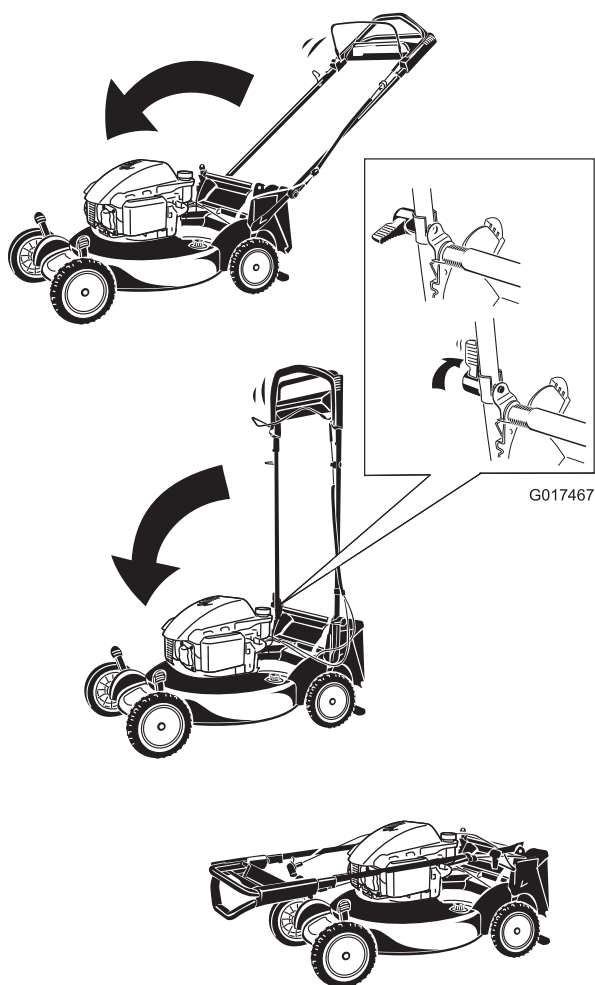

Figure 35
2. Pliez la partie supérieure du guidon en avant (Figure 35).